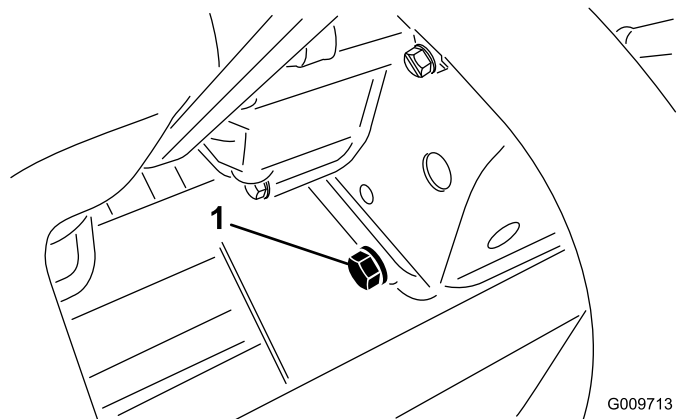

Figura 57
2. Retire o tampão de escoamento (Figura 57) e deixe o óleo escorrer para um recipiente adequado.